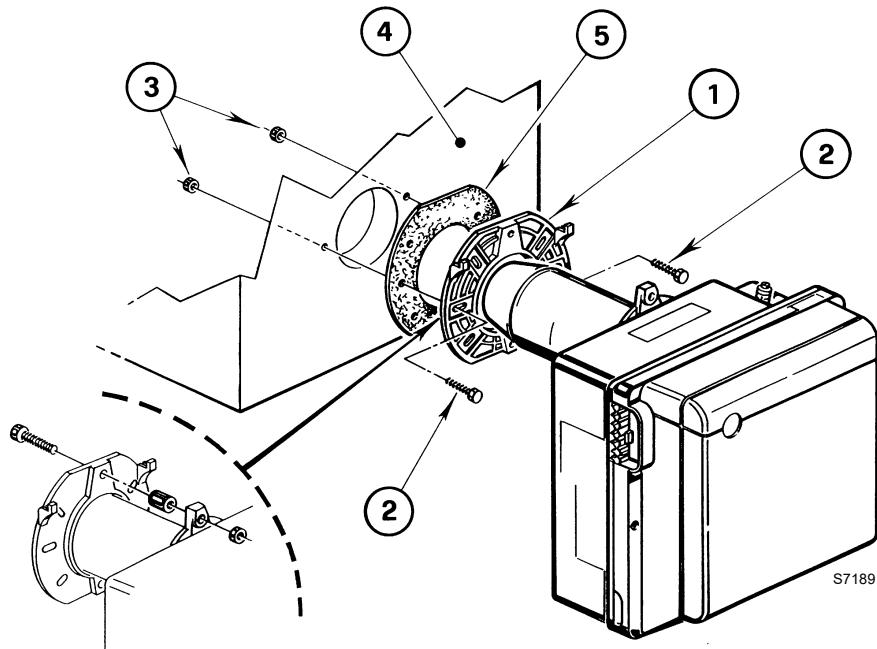

Fig. 8
- Colocar en la brida 1)(Fig. 8), el tornillo y las dos tuercas 3)(Fig. 8).
- Agrandar, si es necesario, los orificios 6) de la junta aislante 5)(Fig. 8).
- Fijar en la puerta de la caldera 4)(Fig. 8) la brida 1) con los tornillos 2) y (si es necesario) las tuercas 3) interponiendo la junta aislante 5)(Fig. 8).